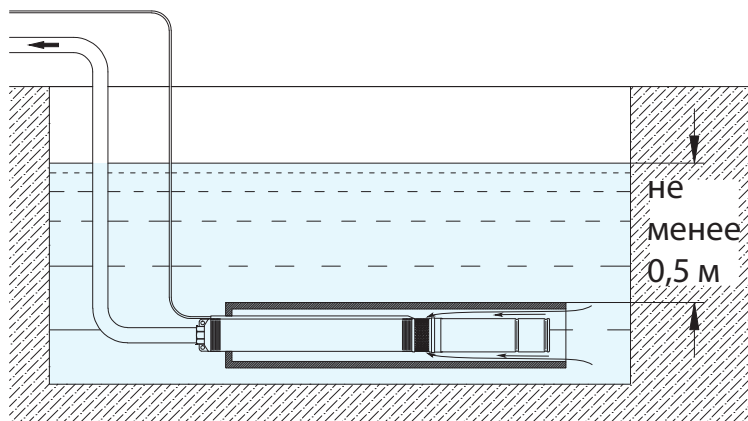

Рис.2. Схема установки электронасоса в охлаждающем кожухе.
4.8.6. При монтаже насоса в емкость, колодец, скважину, диаметр которых не обеспечивает минимальной необходимой скорости охлаждающего потока жидкости, необходимо использовать охлаждающий кожух (Рис.2).